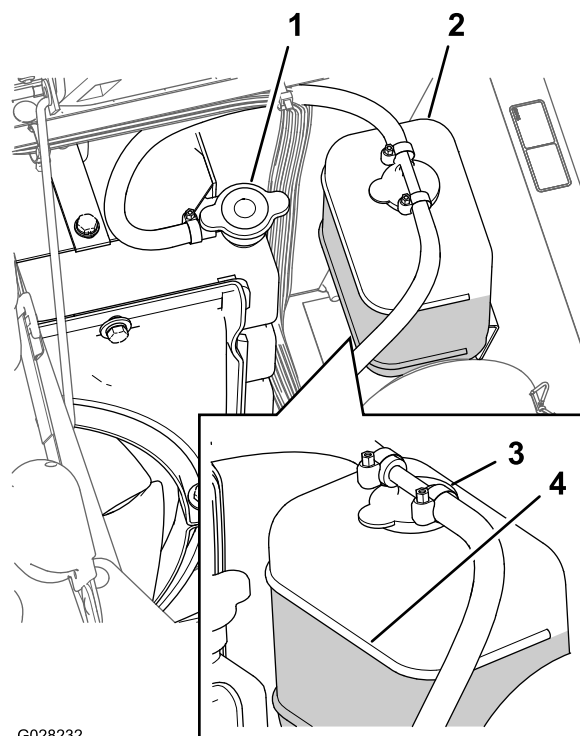

Figure 100
3. Retirez le bouchon du radiateur et le bouchon du vase d'expansion avec précaution (Figure 100).
Remarque: Le radiateur doit être rempli jusqu'en haut du goulot de remplissage et le vase d'expansion jusqu'au repère maximum (Figure 100).
5. Si le niveau de liquide de refroidissement est trop bas, enlevez le bouchon du vase d'expansion et le bouchon du radiateur. Remplissez le vase d'expansion jusqu'au repère maximum, et le radiateur jusqu'en haut du goulot de remplissage (Figure 100).
6. Remettez en place les bouchons du radiateur et du vase d'expansion (Figure 100).
2. Laissez refroidir le moteur puis retirez le bouchon du radiateur (Figure 100).
6. Retirez le bouchon de radiateur (Figure 100).
8. Démarrez le moteur en ayant serré légèrement le bouchon sur le radiateur (Figure 100).
10. Une fois le liquide de refroidissement chaud, faites l'appoint jusqu'à la surface d'étanchéité du bouchon et serrez ce dernier (Figure 100).
11. Ouvrez le bouchon du vase d'expansion et versez du liquide de refroidissement jusqu'au niveau à froid (Figure 100).